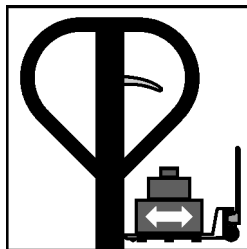

Fig. 7 – Transportar la carga
b) Posicione la palanca en el centro para transportar la carga (fig. 7).